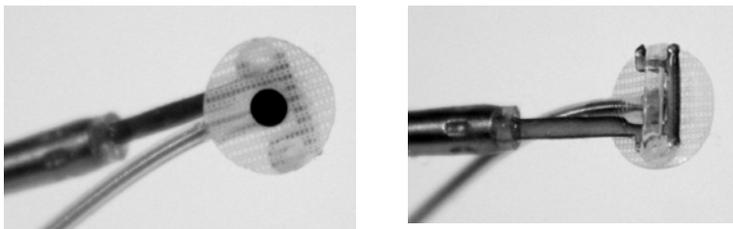

Figure 13 : insertion de l'outil pour l'implantation dans la boucle de la sonde
- 14) Placez l'outil pour l'implantation dans la boucle située sur le côté inactif de l'électrode de la sonde de stimulation (voir Figure 13). L'outil peut être courbé pour faciliter le processus de cartographie.